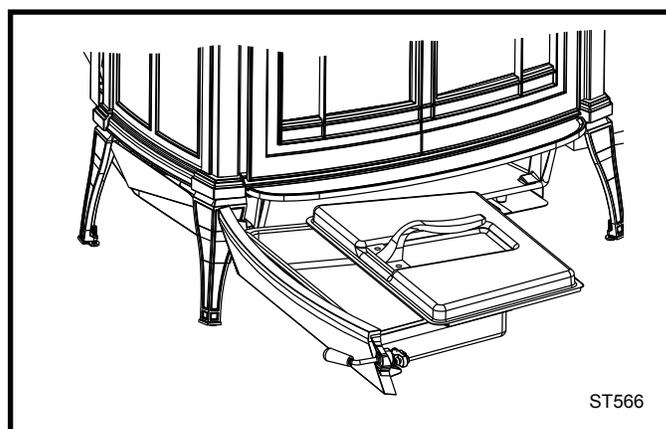

Fig. 41 Assurez-vous que le couvercle est bien fixé avant de retirer le cendrier.
- Glissez le couvercle sur le cendrier et vérifiez qu'il est bien fermé. (Fig. 41)
- Remettez le cendrier à sa place initiale dans le poêle et verrouillez la porte de la fosse aux cendres. (Fig. 41)